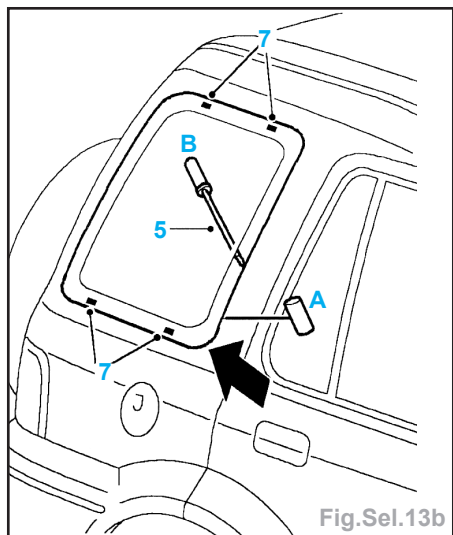

Fig.Sel.13b
- déposer la retenue (3) du joint de la porte du coffre,
- dégager le panneau (4) de garnissage supérieur du coffre,
- Couper le mastic d'étanchéité au couteau, au bas du pied (Fig.Sel.13b).